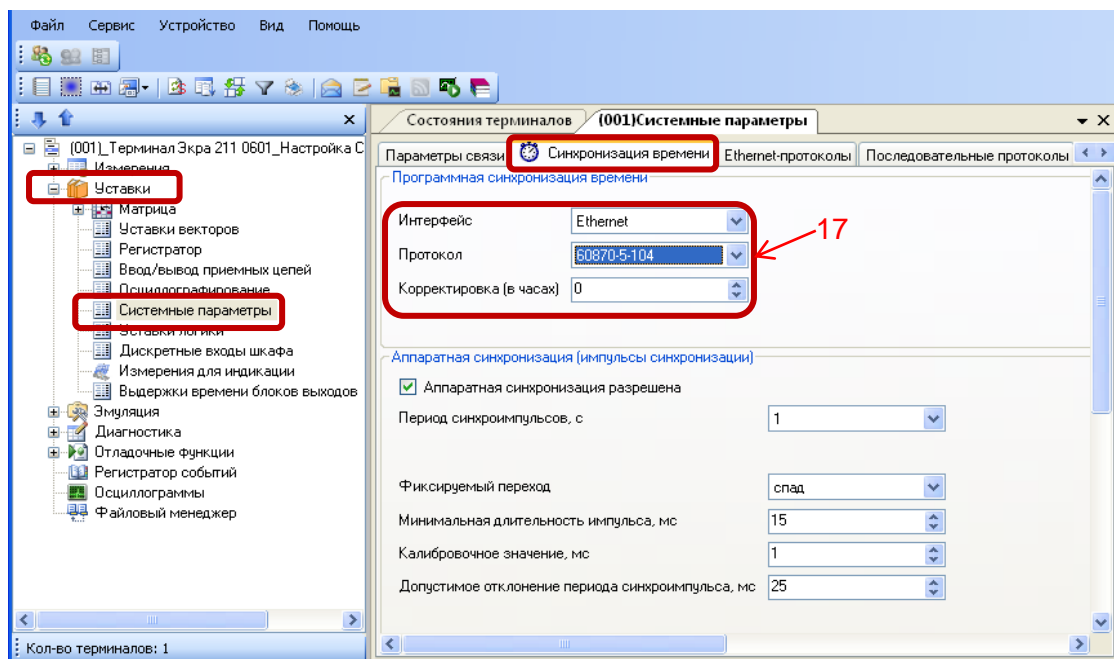

Рисунок 16 – Настройка синхронизации времени по протоколу **МЭК 60870-5-104**
5.1.1 В «дереве» проекта ПО **АРМ-релейщика** выбрать **Уставки -> Системные параметры** и открыть окно, дважды щелкнув мышкой на соответствующем пункте «деревя» проекта (см. рисунок 16).
5.1.4 Далее во вкладке **Синхронизация времени** выбрать интерфейс **Ethernet** и протокол **МЭК 60870-5-104** (см. рисунок 16, обозначение 17).
5.1.5 Задать значение корректировки внутренних часов терминала в соответствии с проектом (см. рисунок 16, обозначение 17). Если в проекте уставка не задана, то задать ее равной нулю.